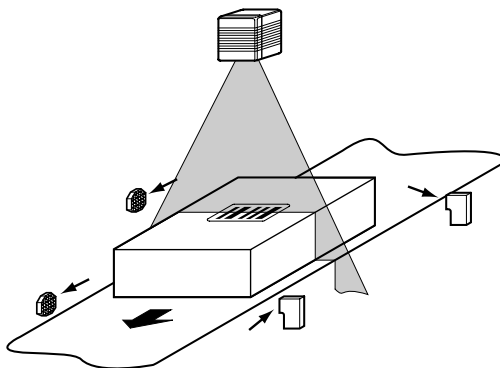

Bild 10.2: Reinigung der externen optischen Sensoren (Lesetakgeber, Objekthöhendetektion)
- Bei externer Lesetakterzeugung und/oder Objekthöhendetektion mit Sensoren (z.B. Reflexions-Lichtschranken) deren optisch wirksame Flächen ebenso säubern (Bild 10.2). Verschmutzungen können fehlerhaftes Schaltverhalten hervorrufen.